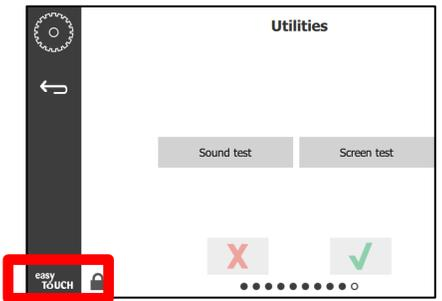

Figure 14
- b) Appuyez sur le logo EasyToUCH et maintenez-le enfoncé dans le coin inférieur droit pendant 10 secondes. Le contrôleur affiche Réinitialiser la configuration. Appuyez sur le bouton de coche VERT. (Voir Figure 14).